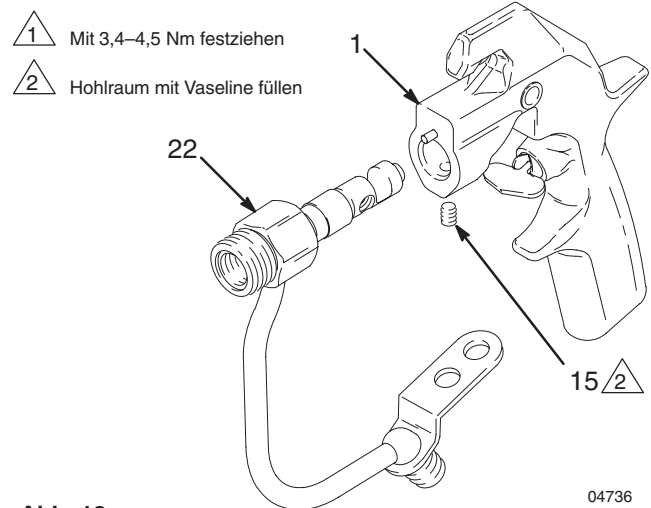

Abb. 18 04736
- Das Materialgehäuse (22) auf den Pistolenkörper (1) schieben, bis es richtig sitzt. Die Schraube (15) mit einem Drehmoment von 3,4–4,5 Nm anziehen. Den Hohlraum der Schraube mit Vaseline füllen. Siehe Abb. 18.